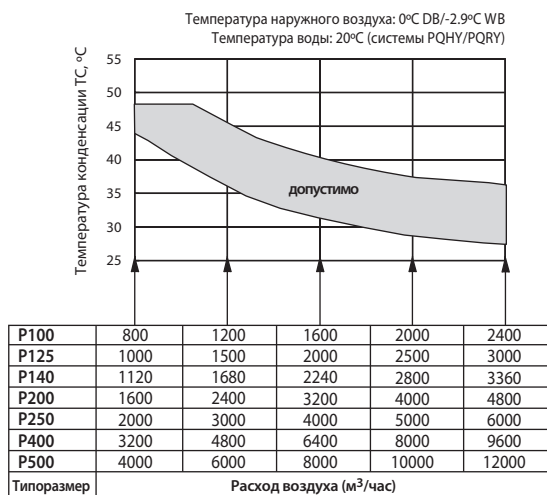

Рис. 1. Определение допустимых значений температуры конденсации
Температура конденсации	Tс определяется в соответствии с рис. 1
Для определения производительности фреонового теплообменника приточной установки в режиме нагрева воздуха выберите температуру конденсации из допустимого диапазона согласно рис. 1. Если приточная установка оснащена рекуператором, то выберите значение температуры конденсации 48°C.
- Если расход воздуха меньше указанного в таблице на рис. 1, то следует выбрать значение температуры конденсации 48°C.